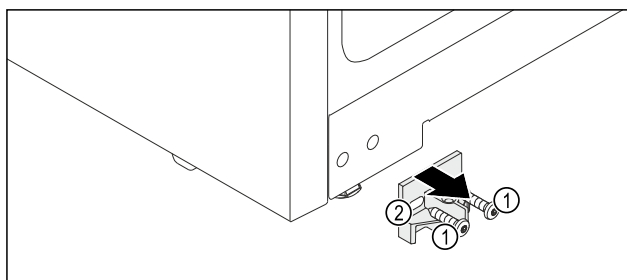

Fig. 12
- ▶ Выкрутите винты Fig. 12 (1).
- ▶ Извлеките крепление Fig. 12 (2) движением вперед.